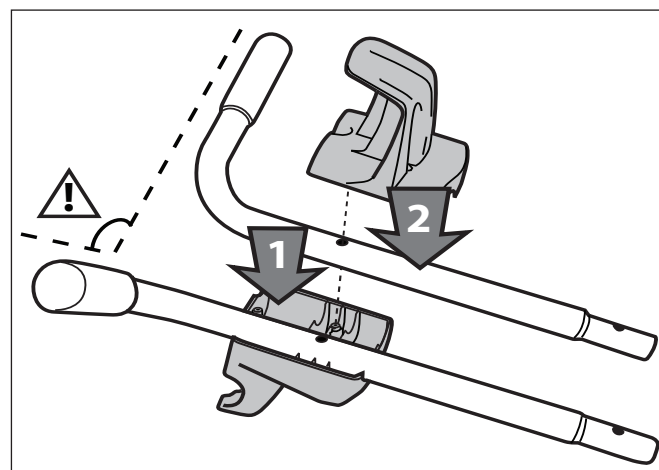

Figure 2. Installer les crochets sur les poignées supérieures
1. Placer le crochet du câble d'alimentation et le crochet d'alimentation dans les tubes supérieurs comme illustré à la Figure 2. Assurez-vous que les tubes supérieurs (poignées) sont bien orientés.